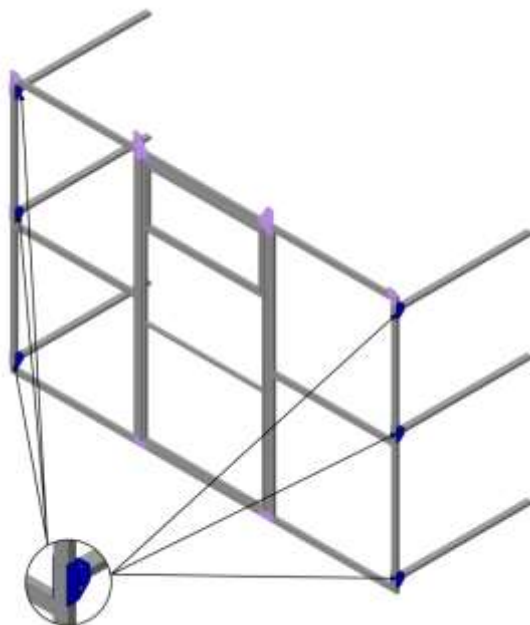

РИС. 9
4.2.2. Присоедините к собранной секции в боковой плоскости по всему периметру 6 соединителей при помощи краб – Т и винтов М6×50, шайб М6, гаек М6 (РИС. 9).